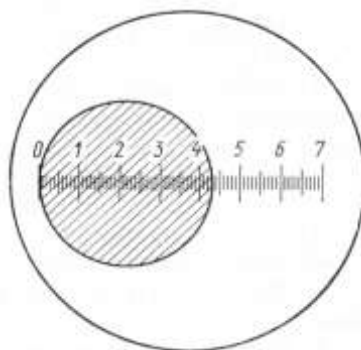

Рисунок 5 - Отсчет по шкале лупы
4. С помощью описания, схем микроструктур (рис. 5) и находящихся в лаборатории фотографий устанавливают, какие структурные составляющие имеет каждый образец, наименование, состав и структурный класс.